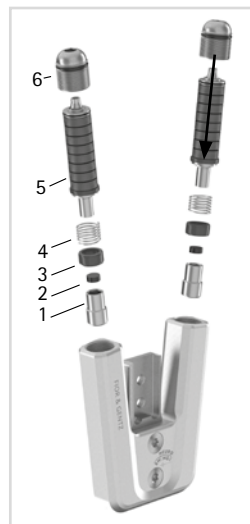
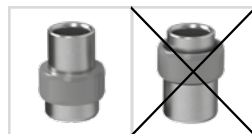
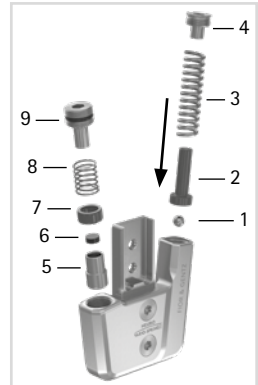

Fig. 18
Fig. 19
Fig. 20
- 1 Sett sammen anslagsdemperen/O-ringdemper (2), glidehyslen (3) og stempelet (1) (fig. 18). Pass på at glidehyslen sitter riktig på stempelet (fig. 19).
- 2 Sett på trykkfjæren (4).
- 3 Sett stempelet (1) inklusive de påmonterte systemkomponentene (2, 3, 4) inn i fjærkanalen.
- 4 Sett skruenheten (6) på fjærenheten (5).
- 5 Skru komponentgruppen for dorsalekstensjonen inn i fremre fjærkanal helt til du har ønsket struktur på ortosen. O-ring'en må ikke lenger være synlig. Trykkfjæren (4) må være fullstendig komprimert.
- 6 Skru komponentgruppen for planarfleksjon inn i bakre fjærkanal inntil den berører systemfotbøylen. O-ring'en må ikke lenger være synlig. Trykkfjæren (4) må være fullstendig komprimert. Du vil da merke en lett økning i vridningsmotstanden. Ikke stram fjærenhetene (5).
- 1 Sett kula (1) inn i bolten (2; fig. 20).
- 3 Sett trykkfjæren (3) inn i fjærkanalen.
- 4 Skru trykkskruen (4) godt inn. Dermed festes komponentgruppen i dekkplaten.
- 1 Sett sammen anslagsdemperen/O-ringdemper (6), glidehylsen (7) og stempelet (5) (fig. 20). Pass på at glidehylsen sitter riktig på stempelet (fig. 19).
- 2 Sett på trykkfjæren (8).
- 3 Sett stempelet (5) inklusive de påmonterte systemkomponentene (6, 7, 8) inn i fjærkanalen.
- 4 Skru strukturstillskruen (9; fig. 20) inn i fjærkanalen (fig. 21). Trykkfjæren skal være fullstendig komprimert i ønsket doralekstensjon.